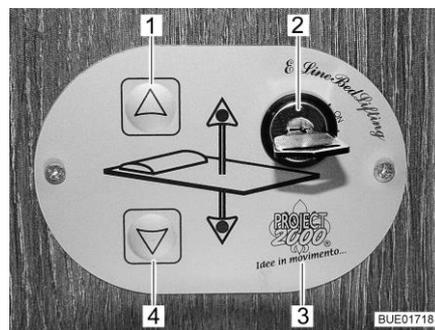
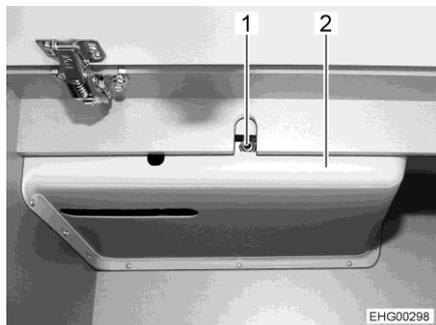

Fig. 143 Quadretto di comando
Fig. 147 Accesso all'azionamento
È possibile abbassare o alzare il letto basculante tramite i tasti (Fig. 143,1 e 4) presenti sul quadretto di comando (Fig. 143,3). Il quadretto di comando viene bloccato tramite l'interruttore a chiave (Fig. 143,2) per evitarne l'utilizzo accidentale.
- Ruotare la chiave dell'interruttore a chiave (Fig. 143,2) di 90° in senso orario. Il quadretto di comando (Fig. 143,3) è attivato.
- Premere il tasto freccia (Fig. 143,4) e tenerlo premuto fino a quando il letto basculante raggiunge la posizione desiderata in basso.
- Premere il tasto freccia (Fig. 143,1) e tenerlo premuto fino a quando il letto basculante raggiunge la posizione finale in alto.
Se non si riesce più a spostare il letto basculante con i tasti freccia (Fig. 143,1 e 4), controllare per prima cosa il fusibile dietro il rivestimento (Fig. 147,2) (vedi paragrafo 9.10.1). Se il fusibile è a posto e ciononostante non si riesce a spostare il letto basculante, muoverlo manualmente.
- Inserire nell'alloggiamento del motore (Fig. 147,1) la manovella a disposizione o una chiave esagonale.